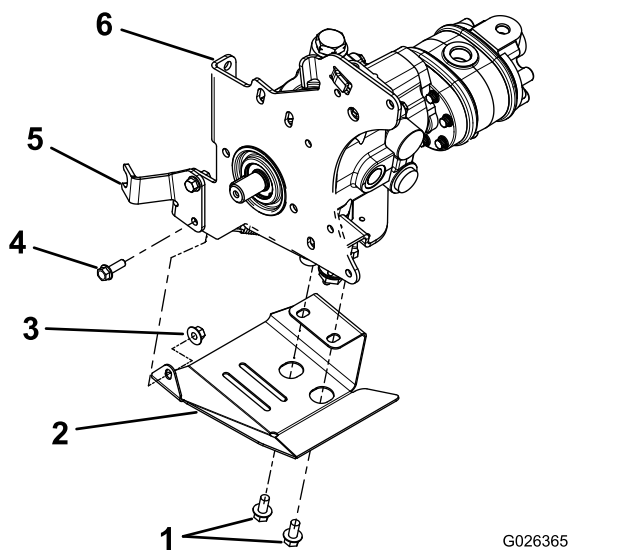

Рисунок 2
1. Снимите болт и гайку, которые крепят нижний конец кронштейна кабеля к плите насоса (Рисунок 2). Болты удалите в отходы, а шайбы сохраните.
2. Снимите и сохраните (2) болта крепления кронштейна нейтрали к донной части гидравлического блока (Рисунок 2).
3. Свободно прикрепите новые кожух гидравлического блока и кронштейн нейтрали к нижней стороне гидравлического блока (2) болтами, снятыми на предыдущем этапе. Не затягивайте болты на этом этапе (Рисунок 2).
4. Свободно прикрепите опорный кронштейн кабеля к плите насоса новым болтом (поставляемым в комплекте) и ранее снятой гайкой (Рисунок 2).